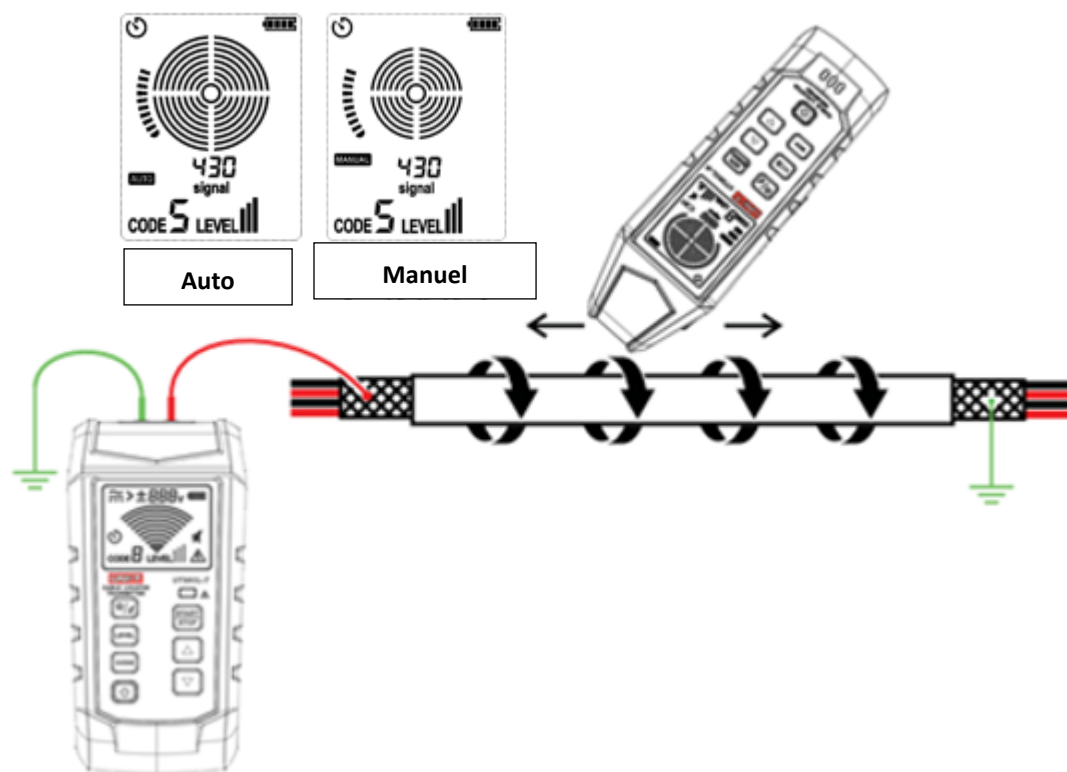

Figure 8.5.1a Suivi du câble masqué (dont l'extrémité distante est mise à la terre)
5. Référez-vous à la figure 8.5.1a pour l'application spécifique.